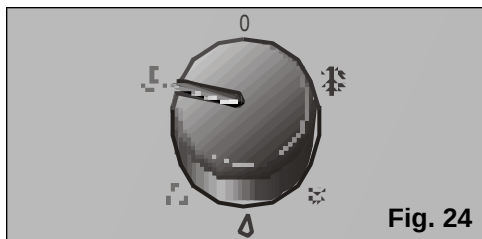

Fig. 24
- ☐ Seleccione a velocidade de purificação: máxima  ou silenciosa , **Fig. 24**.